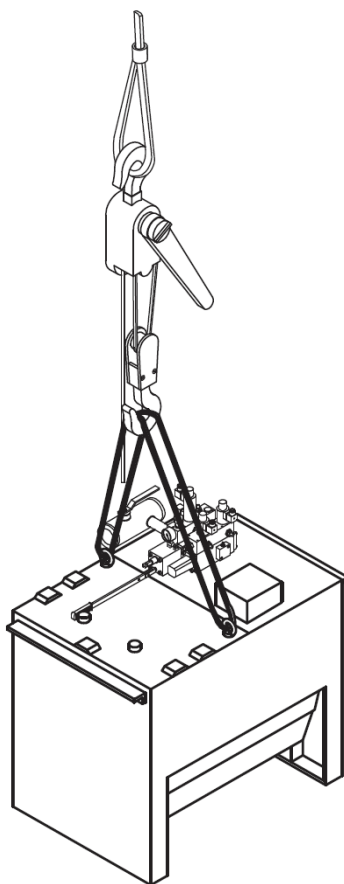

Fig. 5 - Içamento com olhais
- A carga e a descarga das unidades de controle dos meios de transporte devem ser feitas com empilhadeiras. As unidades de controle podem ser içadas em duas maneiras. Os modelos 110/S, 210/S e 320/S devem ser eslingados passando-se cabos sob os pegadores. Os modelos 450, 680 e especiais, passando-se os cabos nos olhais correspondentes, conforme mostrado na Fig. 5 nesta página.